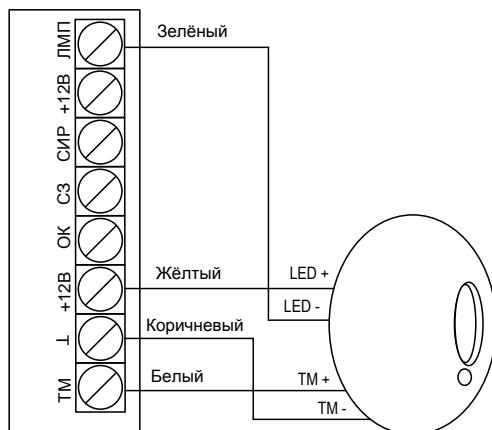

Рисунок 2.1 – Подключение порта TM к прибору
3. Подключите порт TM к прибору (см. Рисунок 2.1).